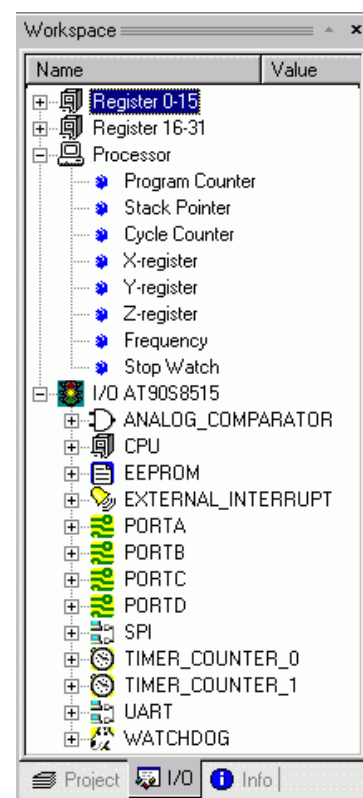

Рис. 5. Вкладка регистров ввода-вывода
- *I/O*. Окно ввода-вывода имеет несколько секций (рис. 5):